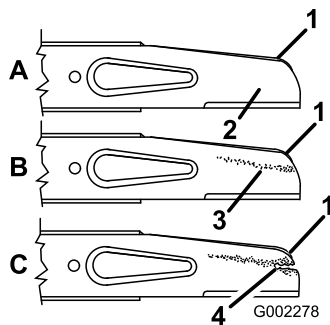

Figura 25
2. Retire las tuercas de la cuchilla, el acelerador y la cuchilla (Figura 25).